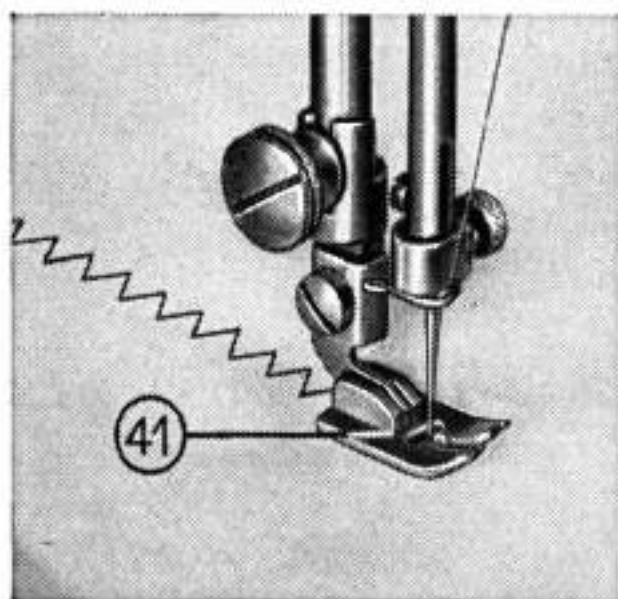
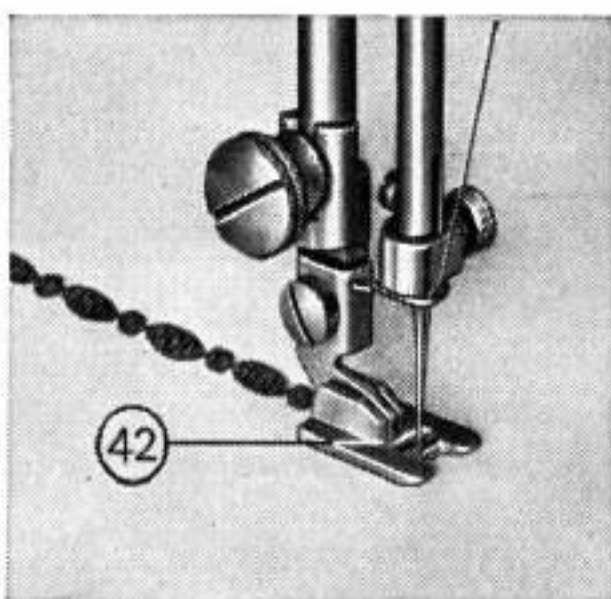
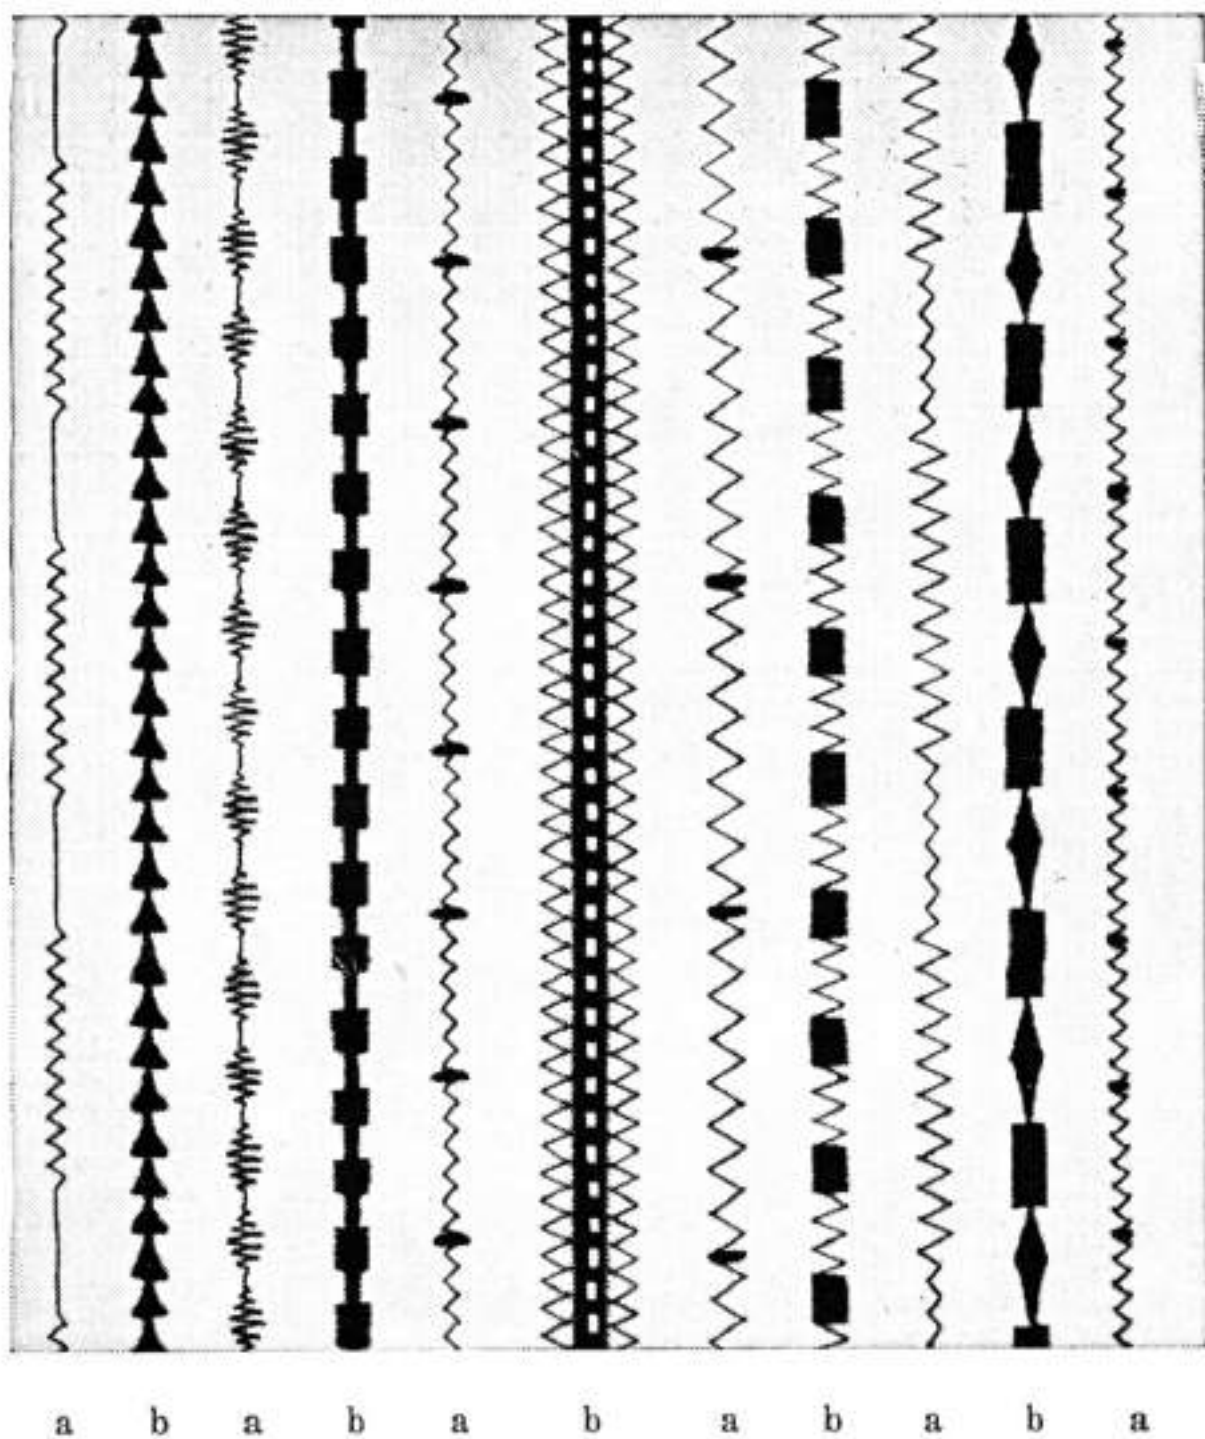

Fig. 28
Fig. 29
Fig 30
2. Zickzackfuß einsetzen (Fig. 28). Nicht zu verwechseln mit dem Stickfuß, Fig. 29. Dieser ist auf der untern Seite ausgefräst und durch einen roten Strich gekennzeichnet. Ober- und Unterfaden zusammen unter den Zickzackfuß nach hinten legen.
Für Zierstiche mit normaler Stichlänge (Muster a laut Fig. 30) wird der Zickzack-Nähfuß (Fig. 28) verwendet.
Für Zierstiche mit sehr kurzer Stichlänge (Muster b laut Fig. 30) muß hingegen der Zickzack-Stickfuß (Fig. 29) verwendet werden. Dieser letztere (mit einem roten Strich gekennzeichnet) ist auf der untern Seite ausgefräst.